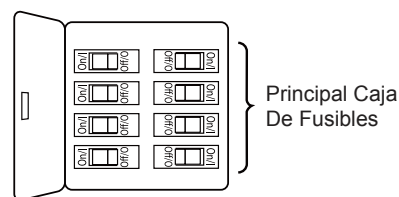

Figura 1
Uso de perfil bajo (Figura 1)
1. Extraiga la pieza de la bola colgante de la unidad de la bola colgante / varilla aflojando el tornillo de presión de la bola colgante hasta que la bola se libere de la varilla. Retire el pasador del barral y luego extraiga la semiesfera. Conserve el pasador y la semiesfera para su reinstalación en el Paso 7. (Figura 1)
Para evitar una posible descarga eléctrica, asegúrese de cortar la alimentación eléctrica de la caja de fusibles principal antes de colgar el ventilador. (Figura 1)
1. Para configurar el código de unidad del receptor. Deslice los interruptores de código a las mismas posiciones que en el transmisor. (Figura 1)